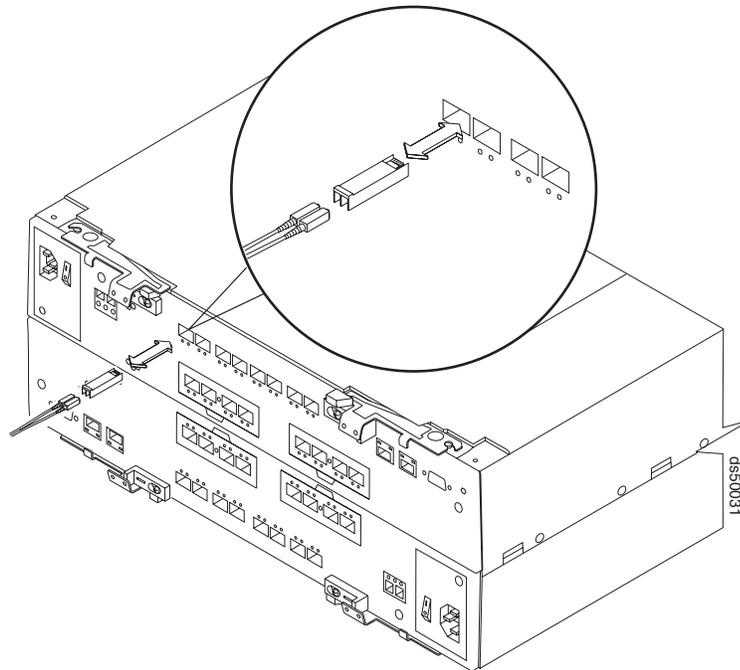

Figura 25. Instalando um Módulo SFP e cabo LC-LC em um Subsistema de Armazenamento DS5000 Suportado
2. Conecte um cabo de fibra ótica LC-LC no módulo SFP, conforme mostrado em Figura 25 na página 43.
Nota: A Figura 25 na página 43 mostra um DS5000 Storage Subsystem. O DS5000 Storage Subsystem é mostrado apenas para fins ilustrativos.